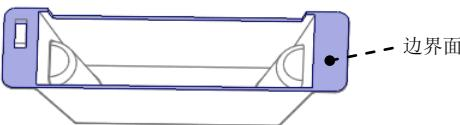
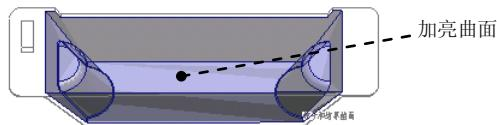

图 12.35 定义边界面
图 12.36 加亮的曲面
(4) 按住 Shift 键依次选取图 12.35 所示的加亮曲面为“边界面”。选取完成后，整个模型内表面被加亮，如图 12.36 所示。